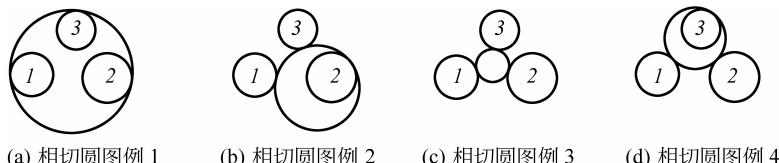

图 5-18 执行“相切、相切、相切”菜单命令绘制四种不同相切圆的图例
- 当相切圆的相切对象有三个时,只能执行“绘图”→“相切、相切、相切”的菜单命令,并且也会因为相切对象递延切点位置的不同,呈现如图 5-18 所示四种不同绘制结果(还有其他的可能性)。其相切圆的半径/直径是由系统自动计算而得出的。